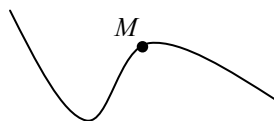

Рис. 4
7. Задана траектория движения точки (рис. 4). Постройте вектор скорости в заданной точке M (два возможных направления).